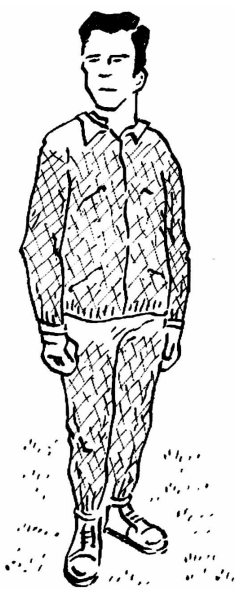

FIG. 01
- Buzo o ropa ceñida al cuerpo “que no estorbe”, lisa, color visible y reforzada con protección anticorte. **FIG. 01**